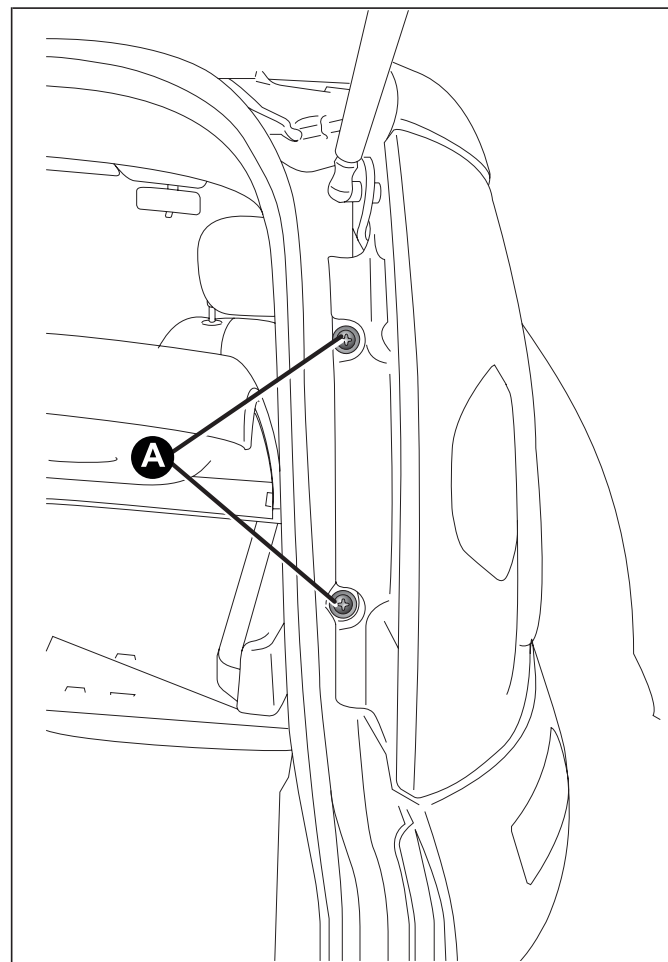

fig. 131
- svitare le due viti A fig. 131 dalle rispettive sedi, tirare delicatamente verso di sé il fanale completo fino al totale disimpegno delle due mollette di aggancio (sono fissate a scorrimento D fig. 131) e sganciare il connettore;